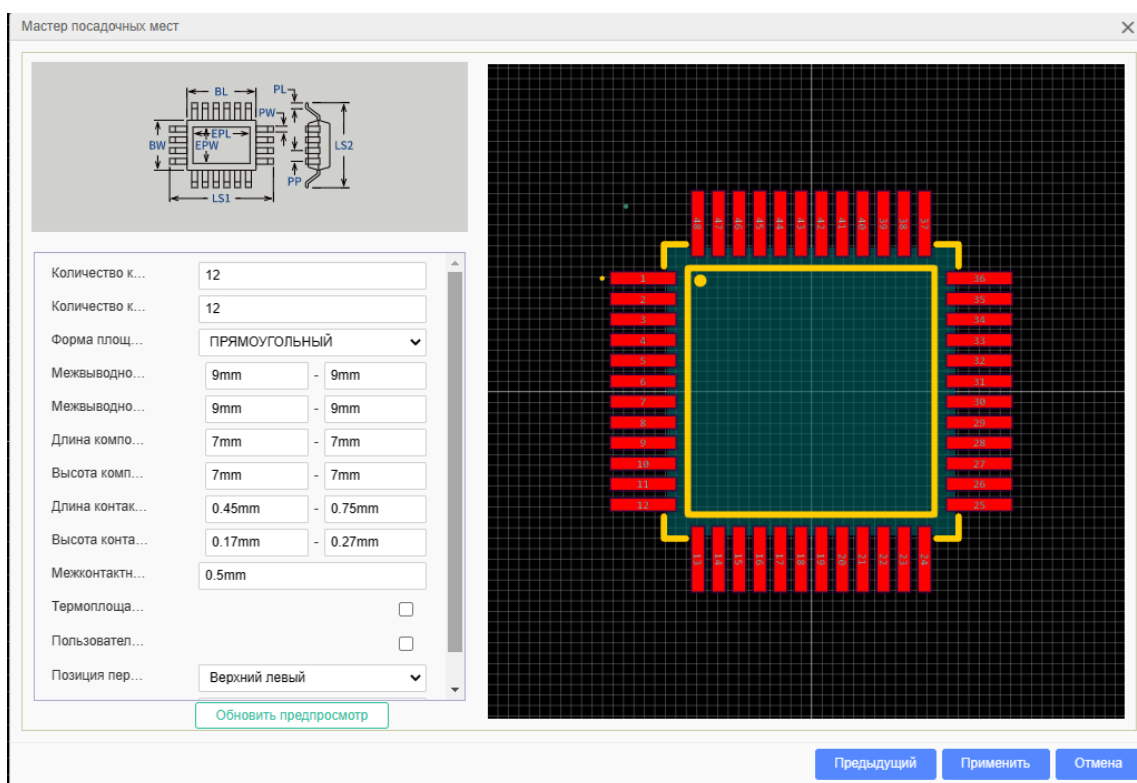

Рисунок 3.5 – Редактирование мастера посадочных мест
Выбор формы площадки для вывода компонента не имеет большого значения, например, выберите **Прямоугольную**. Для следующих параметров задаются по два значения – диапазон в соответствии с технической документацией. Диапазон значений, указанный для этих параметров, это производственные допуски – пределы изменения параметров при производстве оборудования, ограниченные максимально допустимыми отклонениями их от номиналов, обеспечивающими работоспособность при эксплуатации оборудования. В технической документации для **межвыводного расстояния по горизонтали (LS1)** и **вертикали (LS2)** указаны только средние значения **D, E = 9 мм**, в обоих окошках необходимо записать это значение. **Длина компонента (BL)** и **Высота компонента (BW)** – средние значения **D1, E1 = 7 мм** согласно технической документации. Далее укажите диапазон значений для **длины (PL)** и **высоты контакта (PW)**: 0,45 мм – 0,75 мм и 0,17 мм – 0,27 мм соответственно, **межконтактное расстояние (PP)** задайте 0,5 мм. Уберите галочки около **Термоплощадка** и **Пользовательская маска** (для данного корпуса эти параметры не указываются). В соответствии с чертежом, указанным в документации, укажите **Позицию первого контакта** – нижний левый угол. Точка привязки не имеет значения, по умолчанию можно оставить центр площадки. После задания всех параметров (рисунок 3.5) нажмите **Применить**.
При задании параметров необходимо записать два значения – минимальное и максимальное, т.е. **50,3 мм** и **51,3 мм**, соответственно. Для параметра **Высота компонента (BW)** задайте только одно значение – **2,5 мм**. Для **Диаметра контакта (PD)** минимальное значение задайте соответствующие диаметру контакта компонента – **0,64 мм**, а максимальное – рекомендованному диаметру посадочного места под компонент – **1,02 мм**. **Межконтактное расстояние (PP)** по горизонтали задайте **2,54 мм**, а **Межконтактное расстояние** по вертикали – равным **0 мм**, т.к. в данном случае только один ряд контактов. Точка привязки не имеет значения, по умолчанию можно поставить в центр площадки. После задания всех параметров (рисунок 3.5) нажмите **Применить**.